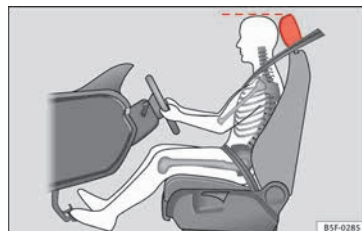

Abb. 72 Die richtige Kopfstützeinstellung des Fahrers.
- Stellen Sie die Kopfstützen so ein, dass die Oberkante der Kopfstütze sich möglichst auf einer Linie mit dem oberen Teil Ihres Kopfes befindet » **Abb. 72**.